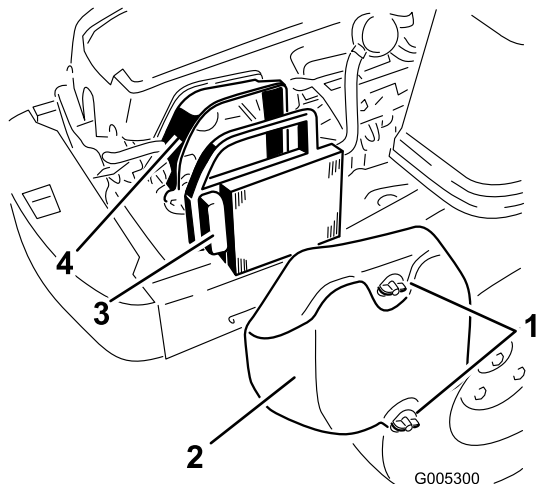

Bild 29
1. Entfernen Sie die Luftfilterabdeckung (Bild 29).
2. Nehmen Sie den Luftfiltereinsatz mit der integrierten Gummidichtung heraus (Bild 29).
5. Setzen Sie den Luftfiltereinsatz mit der gefalteten Seite nach außen ein, setzen Sie die Gummidichtung auf die Kanten der Luftfilterunterseite (Bild 29).
6. Setzen Sie die Luftfilterabdeckung ein und befestigen Sie sie mit den zwei Handrädern (Bild 29).